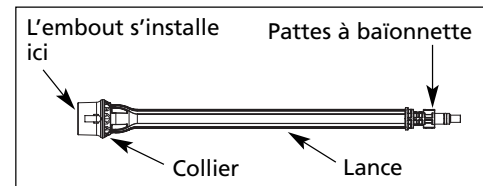

Figure 10
11. Pour changer un embout à branchement rapide, engager le verrou de la gâchette du pistolet à la position de sécurité. Tirer le col coulissant de la lance en l'éloignant de l'embout et retirer l'embout de la lance (se reporter à la figure 10).